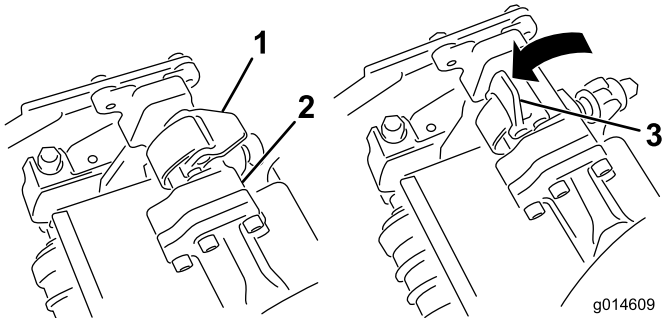
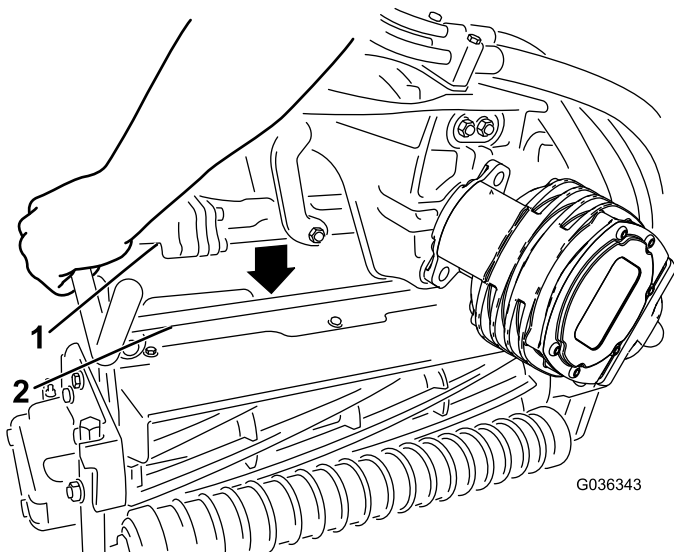

Figura 32
Figura 33
4. Com os fechos na barra do braço de suspensão a apontar para cima (i.e. abertos) (Figura 32), empurre o braço de suspensão para baixo de forma a que a barra passe pela barra através da parte superior da unidade de corte (Figura 33).
5. Feche os fechos para baixo e em redor da barra da unidade de corte e bloqueie-os no sítio (Figura 32).
5. Abra os fechos na barra do braço de suspensão da unidade de corte que está a remover (Figura 32).